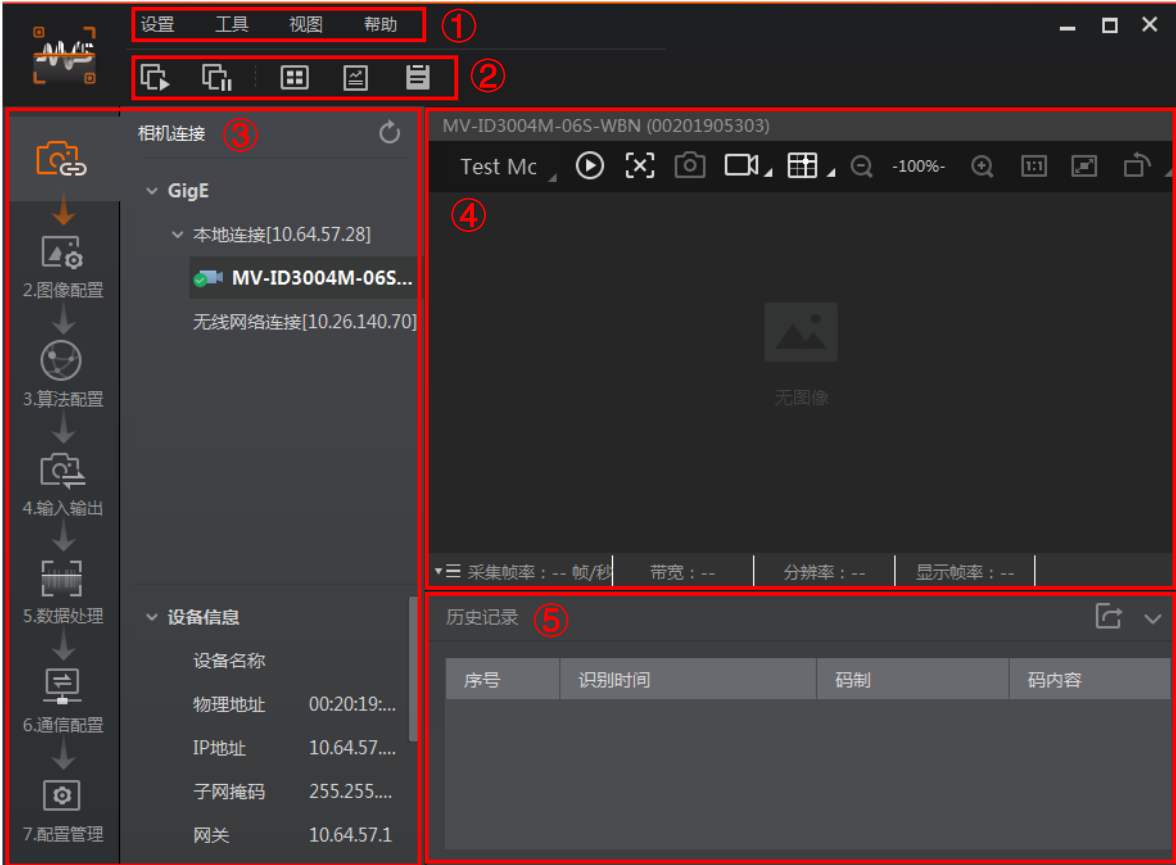

图2-6 IDMVS 主界面
2. 连接设备后客户端主界面如图 2-6 所示，各功能模块的简要介绍请见表 2-1。